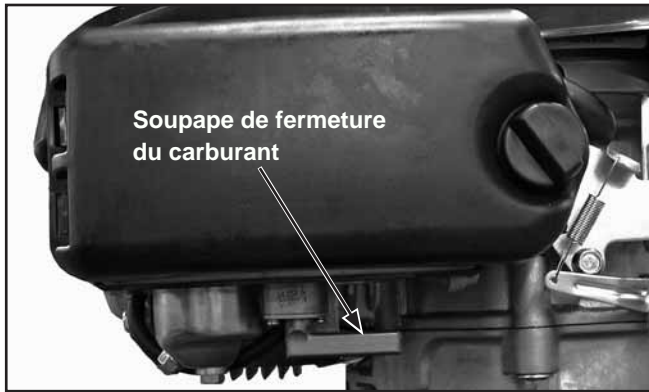

Figure 4. Soupape de fermeture du carburant (position ON montrée).
Pour enclencher (ON) le débit de carburant, tournez la soupape de fermeture du carburant vers le moteur. Pour arrêter (OFF) le débit de carburant, tournez la soupape de fermeture dans le sens opposé au moteur. Voir la Figure 4.
1. Mettez la soupape de fermeture du carburant sur la position ON (si disponible). Voir la Figure 4.
1. Mettez la soupape de fermeture du carburant sur la position **ON** (si disponible). Voir la Figure 4.
1. Mettez la soupape de fermeture de carburant sur la position **ON** (si disponible). Voir la Figure 4.
Pour arrêter le moteur, tournez l'interrupteur d'allumage sur la position **OFF** (si disponible). Mettez le levier de fermeture de carburant sur la position **OFF** (si disponible). Voir la Figure 4.